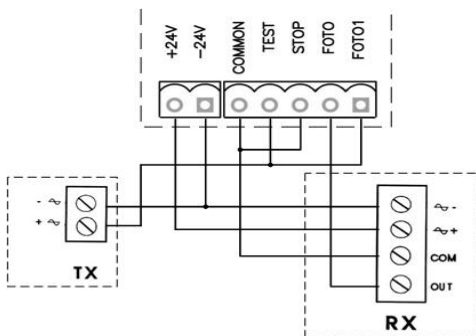
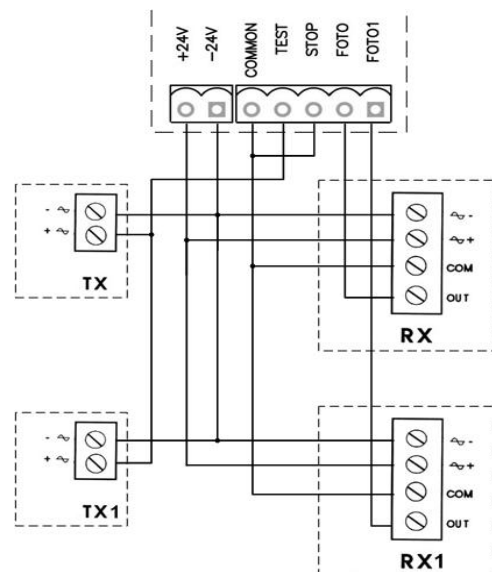

Рис. 6
Рис. 7
- Подключить устройства безопасности, как показано на рис. 6 (при использовании одного устройства ФОТО) или, как показано на рис. 7 (при использовании ФОТО и ФОТО1).
Внимание: Если режим «ФОТОТЕСТ» активирован, а один из входов, предназначенный для фототеста не используется (например Фото1), необходимо соединить неиспользуемый вход с выходом фототеста, используя перемычку (Рис.6).